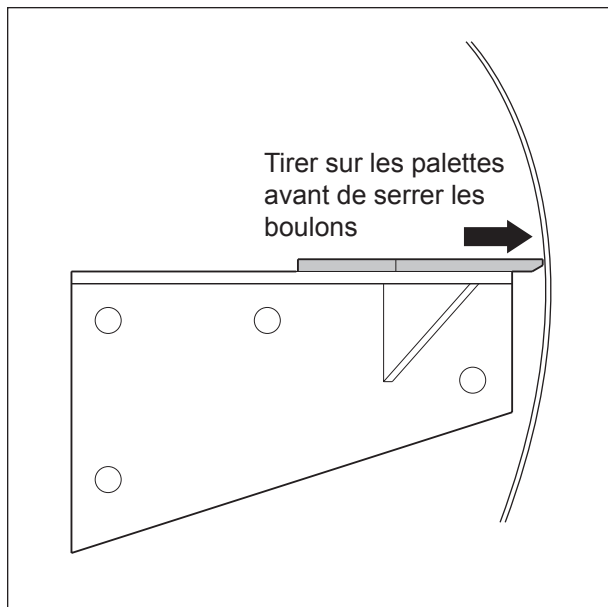

Figure 141 Installation d'une nouvelle palette
4. Resserrer les boulons sur les deux côtés (item 3) et serrer les vis (item 4) afin de les verrouiller en place à l'aide d'un écrou (item 8). Une fois tous ces ajustements et/ou remplacements effectués, faire tourner le souffleur à la main afin de s'assurer qu'il n'y ait pas de frottement;
**NOTE :** Si des palettes sont remplacées, toujours les tirer légèrement vers l'extérieur avant de serrer les boulons, tel que montré à la figure 141.